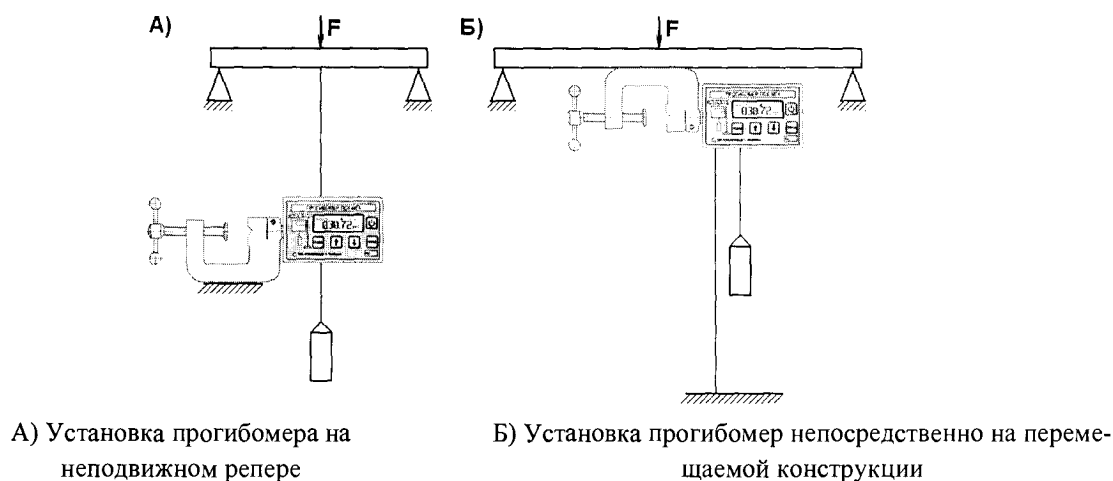

Рисунок 2.1 – Схема установки прогибомера.
2.2.6 При установке прогибомера на жестком репере конец струны закрепить непосредственно на испытываемой конструкции, если же прогибомер установлен непосредственно на испытываемой конструкции, конец струны закрепить на жестком репере (рисунок 2.1). На другой конец струны подвесить груз для натяжения, после чего струну перекинуть через ведущий блок